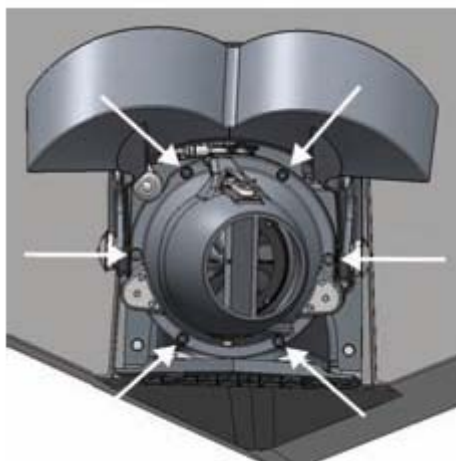

Figura 97. Bulloni di fissaggio dello statore
3. Togliere i 6 bulloni di fissaggio dello statore (figura 97).